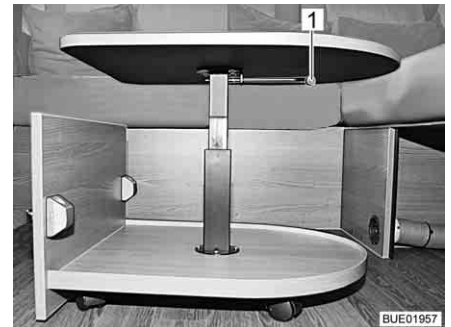

Bild 115 Soffbord, utkört
- Vrid med låsarmen (Bild 115,1) med 90° nedåt.